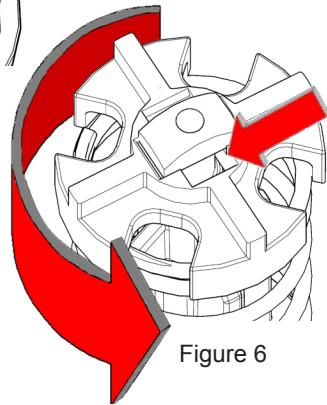

Figure 6
6. Ramener le levier de commutation en position « ARRÊT » (basse) (Figure 6) pour arrêter le moteur.
- Tourner la bague d'arrêt de 90 degrés dans le sens horaire et laisser le ressort la repousser lentement contre la cheville de blocage. La cheville de blocage doit IMPÉRATIVEMENT appuyer sur le fond du renforcement de la bague d'arrêt de la soupape (Figure 6).